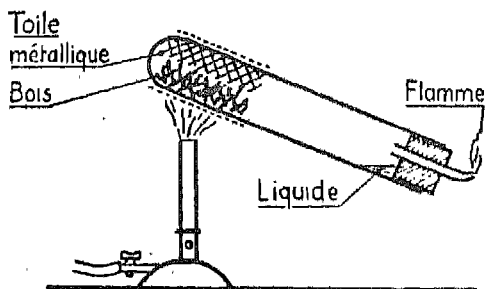

Fig. 1. — Décomposition du bois par la chaleur. Le bois, fortement chauffé, fournit des gaz combustibles, un liquide goudronneux et du charbon.
3. Distillez de la sciure de bois sec (ou de petits bouts d'allumettes) comme vous avez distillé de la houille l'an passé (fig. 1). — Observez, décrivez, expliquez.
Le bois vert est un mauvais combustible, car il renferme trop d'eau. Le bois sec au contraire s'enflamme facilement : car il se décompose sous l'action de la chaleur : il donne des **gaz combustibles** qui en brûlant forment les flammes, et du charbon ou **braise** qui brûle sans flamme et laisse des **cendres** pour résidu (fig. 1).